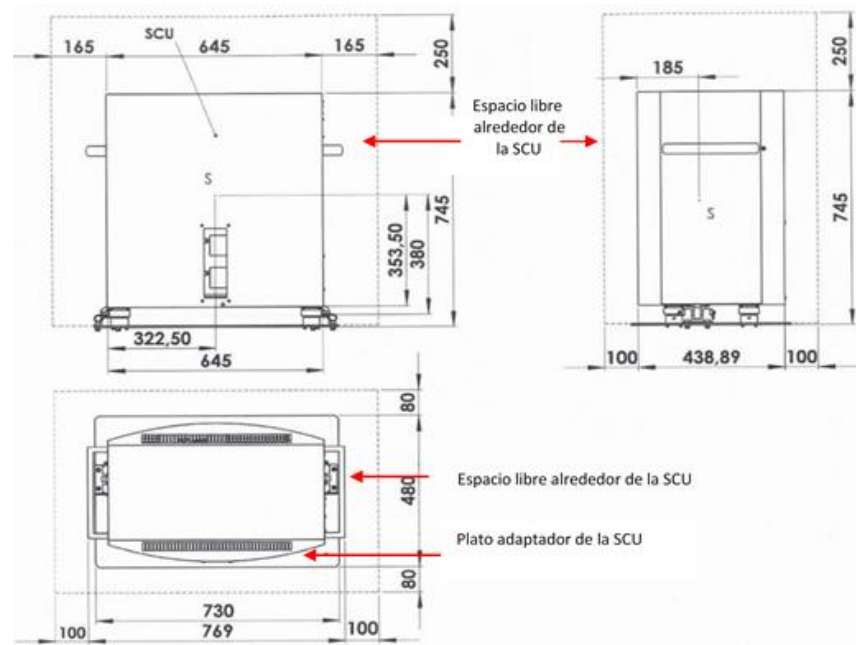

Figura 42. Requerimientos de espacio para la Storage and Computing Unit (SCU) (dimensiones en milímetros)
- 3 Verifique que el avión tenga suficiente espacio para albergar la unidad de almacenamiento y computo (SCU), teniendo en cuenta sus dimensiones y el espacio libre alrededor del mismo recomendado por el fabricante de los equipos, ver Figura 42.